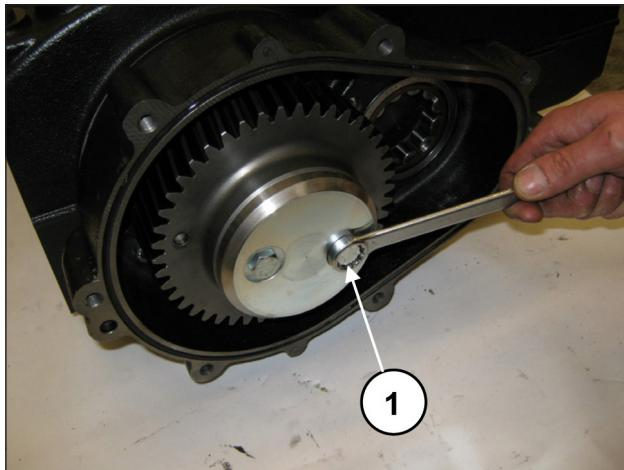
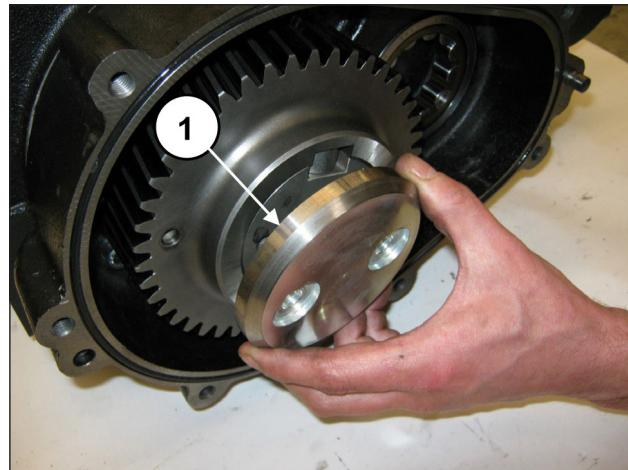

Рис. 12
Рис. 13
Открутите винты крепления стопора ведомой шестерни (поз. ①, Рис. 12) и снимите его (поз. ①, Рис. 13).